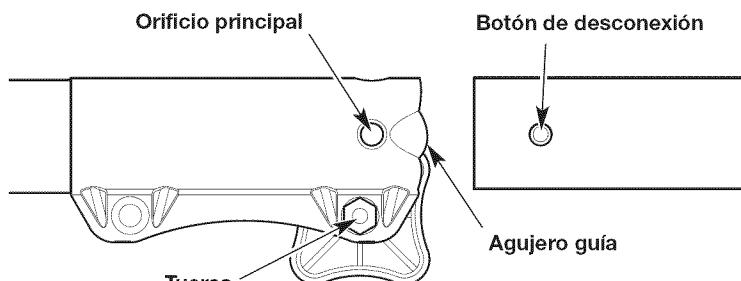

Fig. 5
- Alinee el botón de liberación con el embutimiento de la guía (Fig. 5).
- Presione el accesorio directamente dentro del acoplador hasta que el botón de liberación encaje a presión firmemente del orificio principal (Fig. 5).
NOTA: No ajuste demasiado la tuerca (Fig. 5).
- Oprima y mantenga apretado el botón de liberación (Fig. 5).